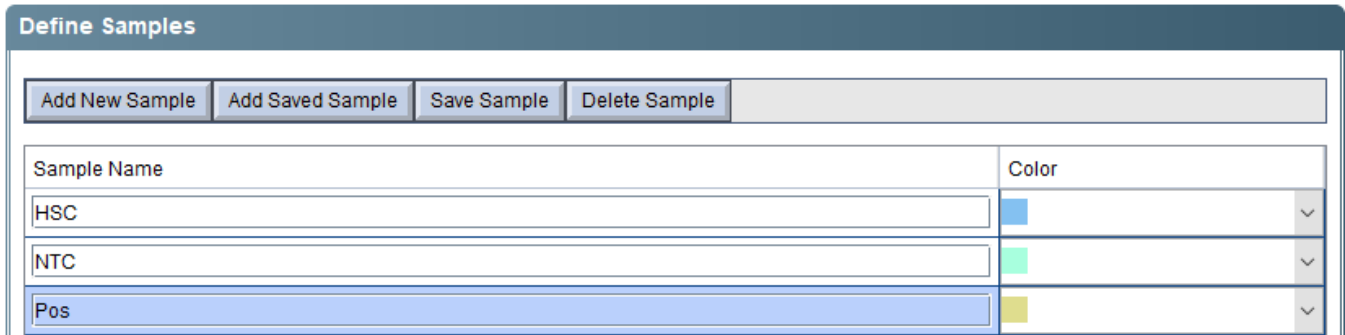

Figura 8 Definições de amostras na tela de configuração da placa do software 7500
- Na tabela Define Samples, crie nomes de amostras como mostrado na **Figura 8**. Clique em **Add New Sample** para adicionar uma linha à tabela, conforme necessário.